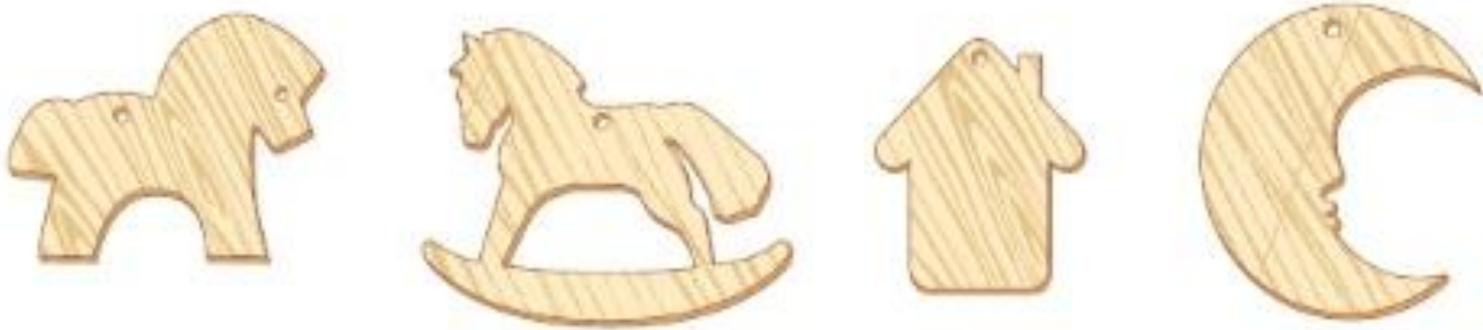

Рис. 3.18. Образцы ёлочных игрушек
1. Из предложенных образцов однодетальных изделий (ёлочных игрушек) (рис. 3.18) выберите одно изделие.